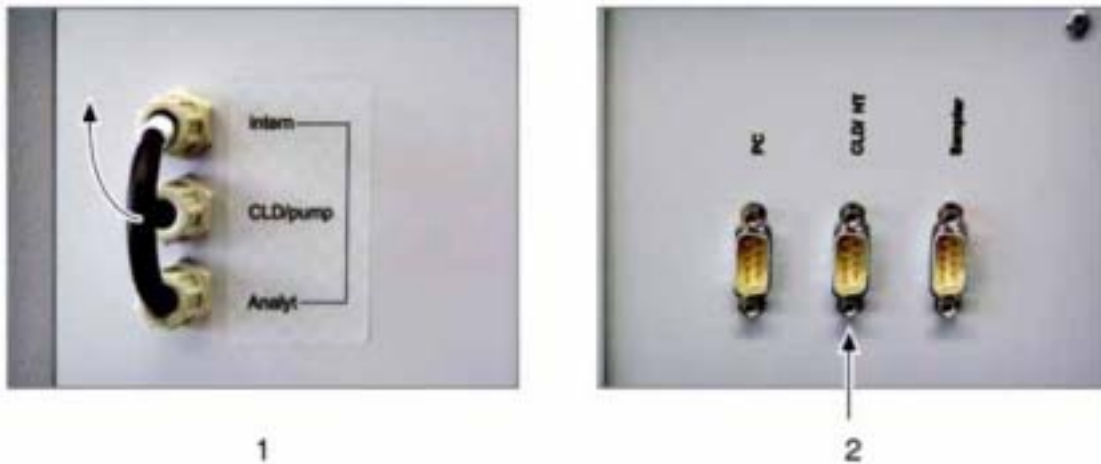

图 121 固体测定模块的连接器
- a. 将固体测定模块的 Analyte 连接器接到测试仪后部的“Analyte”(图 121 中 1)连接器上。
4. 将提供的接口数据线接到测试仪后部(图 121 中 2)的接口 (CLD/HT)。